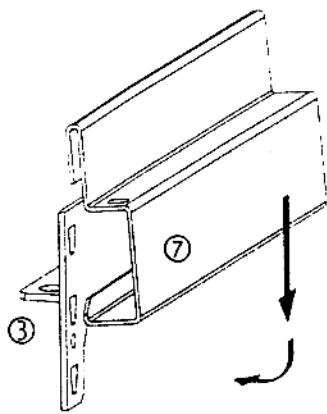

Abb. 4
3. Die obere ⑥ und untere ⑦ Türblende in die Aussteifungstraversen ③ einhängen (Abb. 3 und Abb. 4)